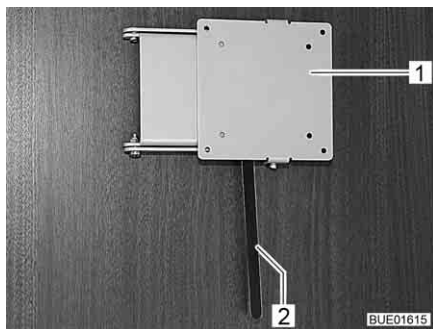

Fig. 46 Supporto con leva di sbloccaggio
- Spingere di lato la leva di sbloccaggio (Fig. 46,2) e ruotare il supporto (Fig. 46,1) con lo schermo piatto nella posizione desiderata.
- Riportare indietro lo schermo piatto finché il supporto (Fig. 46,1) non si innesta nel bloccaggio.